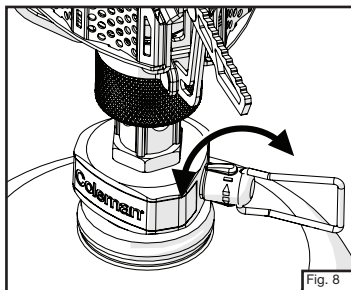

Fig. 8
- Ajuste la llama al calor deseado con la VÁLVULA DE COMBUSTIBLE. (Fig. 8)